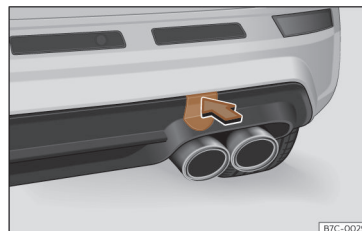

Fig. 43 En el lado derecho del paragolpes trasero: retirar la tapa.
>>> **fig. 43.**
- Presione sobre la zona superior de la tapa >>> **fig. 43** para desencastarla.